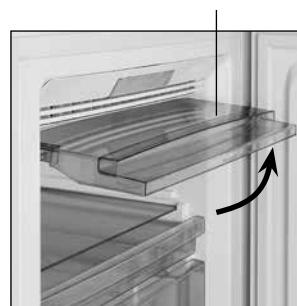

Figura 7
3.1 Pentru a încărca produsele pe raftul de sticlă de sus ridicați portița până la fixarea ei în poziție orizontală cum vedeti în figura 7.